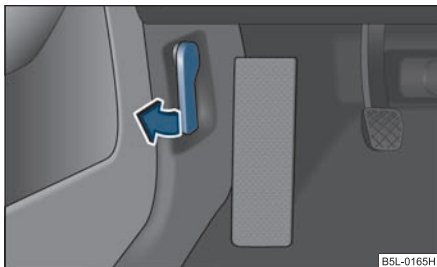

Fig. 204 Palanca de desbloqueo para el capó
- Tire de la palanca de desbloqueo debajo del tablero de instrumentos, lado del conductor ⇒ fig. 204.
- Desbloquee el capó del vano motor ⇒ fig. 204.